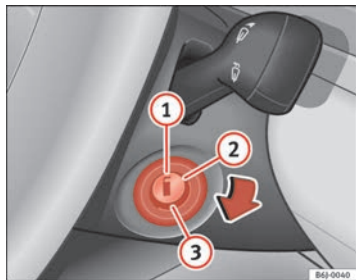

Abb. 94 Stellungen des Zündschlüssels
In dieser Stellung ⇒ Abb. 94 sind die Zündung und der Motor ausgeschaltet und die Lenkung kann gesperrt werden.
- Drehen Sie den Zündschlüssel in Stellung ⇒ Seite 136, Abb. 94 ②. Beim Vorglühen des Motors leuchtet die Kontrollleuchte auf.
- Wenn die Kontrollleuchte ausgeht, drehen Sie den Zündschlüssel in Stellung ③ zum Anlassen des Motors - geben Sie kein Gas.
- Drehen Sie den Zündschlüssel in Stellung ⇒ Seite 136, Abb. 94 **1**.